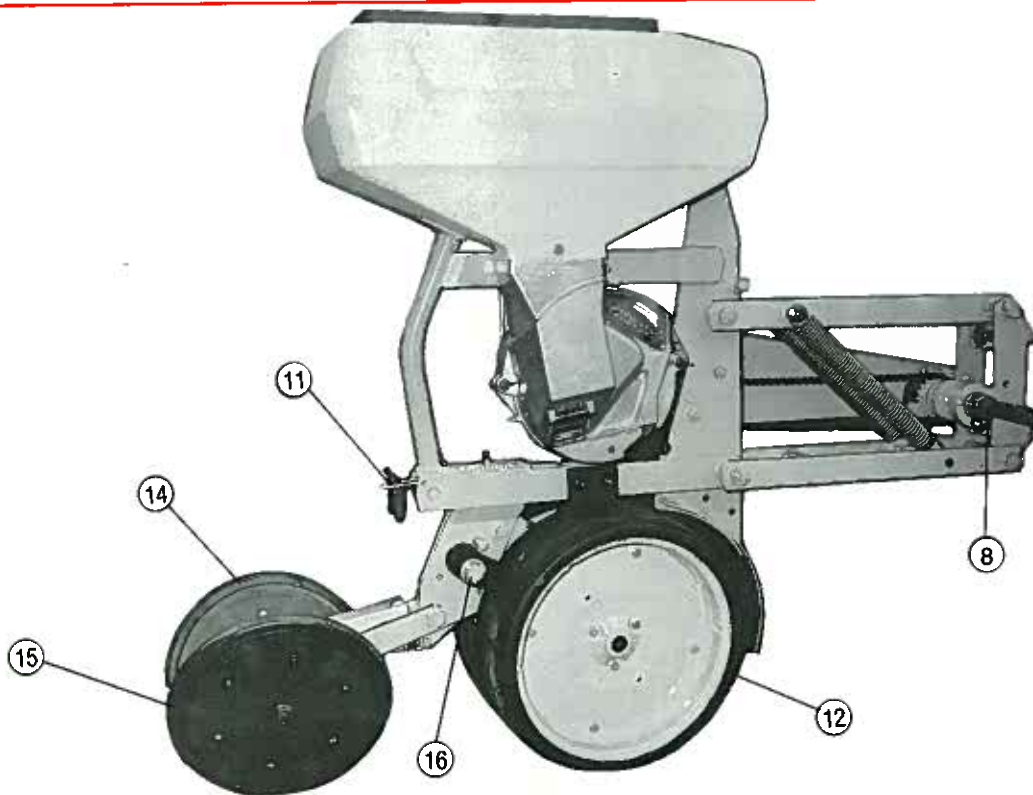

Fig. 13
- L'axe hexagonal supérieur se bloque en position par les vis de 2 bagues ⑧ (fig. 13).
- Les paliers centraux avec roulements ④ seront à supprimer pour inter-rangs inférieurs à 45 cm.
- The upper hexagonal shaft locks in position by means of the bolt of the 2 bushings ⑧ (fig. 13).
Une seule version représentée ci-dessous par la fig. 13 est proposée pour ce modèle d'élément.
One single version as shown below in fig. 13 will be offered for this metering unit. The mounting of the drive chain is done, as shown in fig. 14.